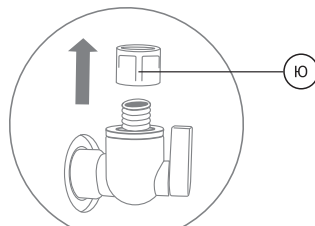
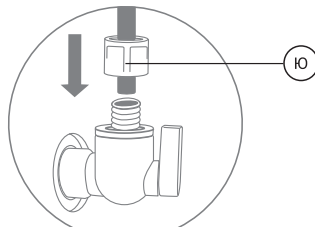

Рис. 23
Рис. 24
5. Подключите синюю пластиковую трубку, идущую от фитинга-тройника угольного постфильтра к вентилю (Э2) накопительного бака: открутите накидную гайку (Ю) (рис. 23), проденьте пластиковую трубку (рис. 24) в отверстие накидной гайки (Ю), чтобы трубка вышла на 10...20 мм с другой стороны, установите трубку в резьбовой разъем вентиля, плотно закрутите накидную гайку (Ю) по резьбе (рис. 24).